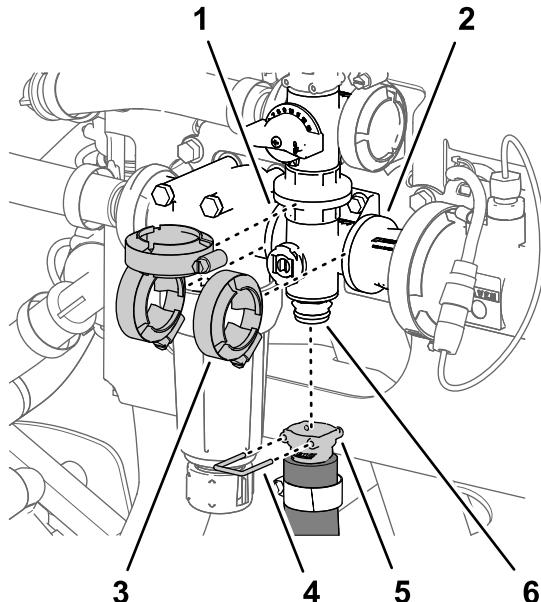

图 104
1. 拆下将搅拌软管快速连接耦合器固定至搅拌阀岐管上的快速连接销图104。
2. 取下将搅拌阀岐管固定至压力式滤清器头和耦合适配器的法兰上的3个法兰夹具图104。